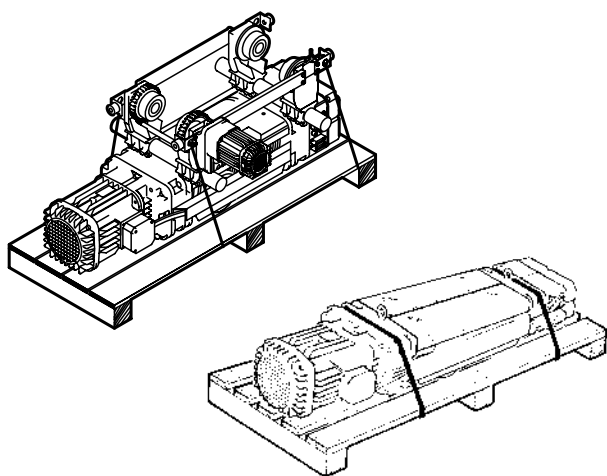

fig. 32
1. Monter, le cas échéant, sur le palan/chariot tout élément manquant (commandes). Si le palan/chariot n'a pas été mis auparavant sur la palette, le poser sur la palette et le fixer avec des attaches de sorte à obtenir une stabilité maximale (fig. 32).